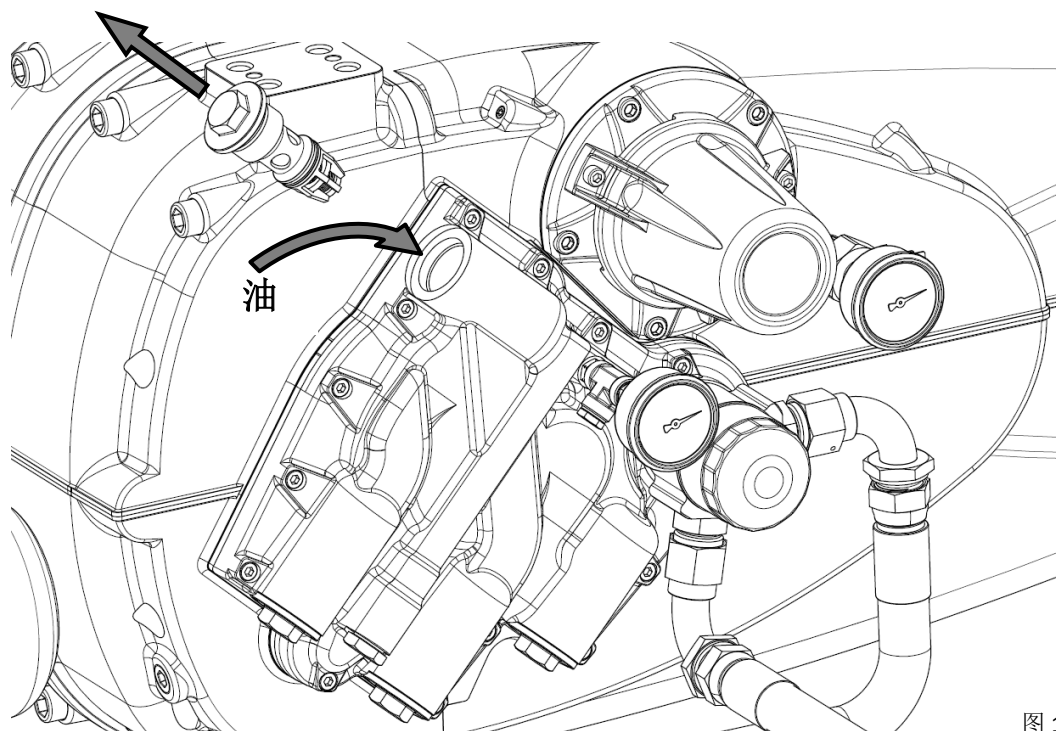

图 15
- 从机油泵体上拆下带有输送阀的过滤器，并使用注射器或其他工具向管道中注入润滑油（图 15）。